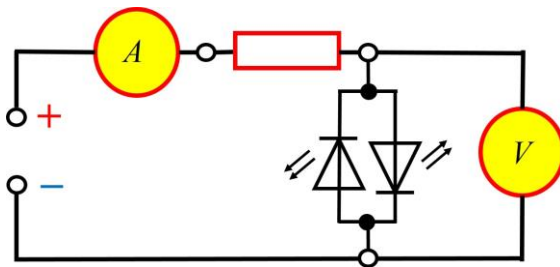
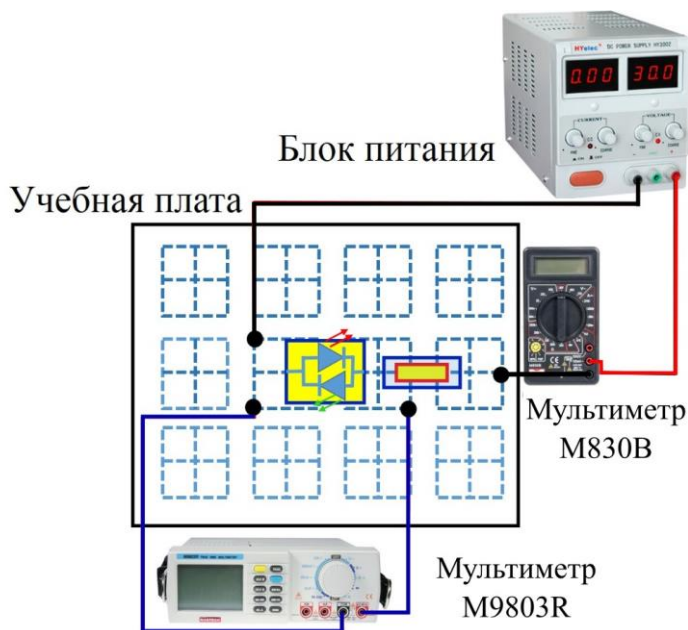

Рис. 3.12. Схема для измерения вольтамперной характеристики светодиода.
Рис. 3.13. Блок-схема соединения элементов схемы для выполнения упражнения 3.
В данном упражнении измеряется ВАХ полупроводникового  $p-n$  перехода в светодиоде на постоянном токе. Чтобы не работать на обратной ветви ВАХ и избежать пробоя светодиода, используются два светодиода, подключенных параллельно, навстречу друг другу. В этом случае проводятся измерения только положительной ветви ВАХ двух светодиодов (рис. 3.12).
В этом случае проводятся измерения только положительной ветви ВАХ двух светодиодов (рис. 3.12).
1. Соберите схему для измерения ВАХ (рис. 3.12). Блок-схема соединения элементов представлена на рис. 3.13. Дополнительный резистор  $R = 6,8 \text{ кОм}$ , включенный последовательно со светодиодами, необходим для ограничения максимальной силы тока, что позволяет подавать на схему любое напряжение от  $-15$  до  $+15 \text{ В}$ . При непосредственном подключении светодиода к источнику тока он может сгореть. Наличие такого ограничительного сопротивления, как правило,